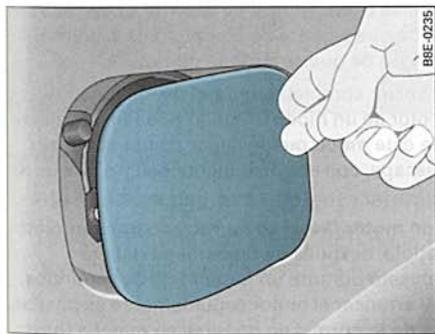

Fig. 207 Lado derecho del vehículo:
- Para abrir la tapa del depósito hay que hacer presión sobre la parte derecha de la misma ⇒ fig. 207.